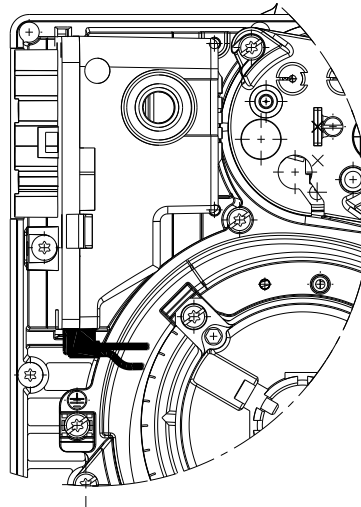

Fig. 24
- Die korrekte Einschaltung der Steckverbinder anhand der Symbole auf der Unterseite der Flammenüberwachungseinrichtung überprüfen: Sich vergewissern, dass die Steckverbinder vollständig eingesteckt sind, indem Sie sie bis zum Anschlag einschieben, jeder in seiner eigenen Position. Alle Steckverbinder müssen mit den Anschlusskabeln zur Innenseite des Brenners gerichtet sein (siehe Fig. 24).